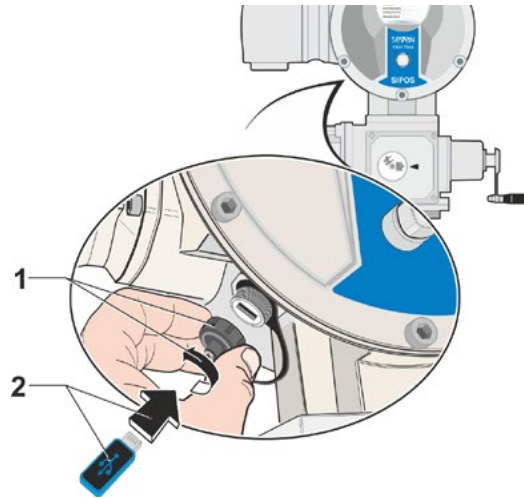

Fig. 1: Koble til USB-minnepinne
- Skru av hetten fra USB-tilkoblingen under elektronikkenheten (fig. 1, pos. 1).
- Koble til USB-minnepinne (pos. 2).